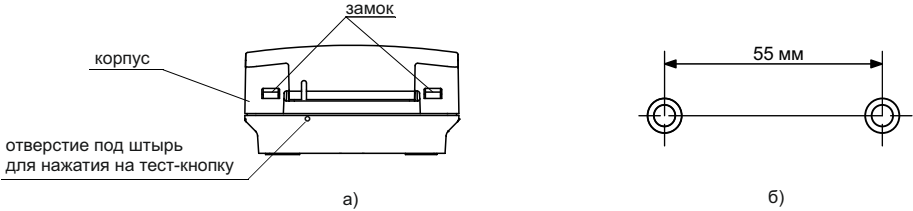

Рисунок 3
6.6 Для монтажа УДП на объекте необходимо снять корпус с основания, нажав отверткой на замки внизу корпуса (Рисунок 3 а). Кнопка УДП при этом должна быть в ненажатом положении.
6.7 В соответствии с проектом произвести разметку места установки УДП (рисунок 3 б), просверлить два отверстия и вставить дюбели под шуруп диаметром 4 мм.